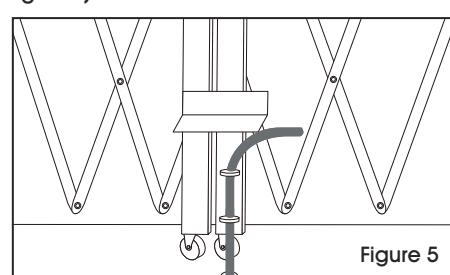

Figure 5
- Avec la cheville centrale levée, allongez les deux moitiés de la barrière ensemble jusqu'au centre de l'ouverture, faites une marque sur le plancher pour le trou de la cheville centrale et percez un trou de 19,05 mm (3/4 po) de diamètre x 76,2 mm (3 po) de profond. Baissez la cheville centrale (Remarque : certaines barrières plus larges ont une cheville supplémentaire au centre de chaque toile, marquez et percez le trou de celle-ci en dernier.) Ouvrez lentement la barrière pour éviter de la voiler. (Voir Figure 5)